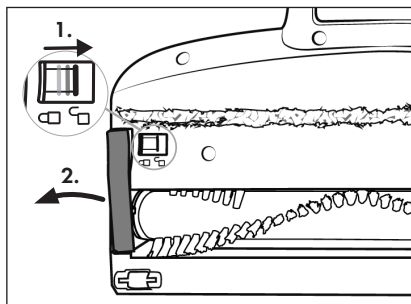

Abb. 24
- 2) Entriegeln Sie die Bürstenrolle 21, indem Sie die Bürstenrollenentriegelung 19 mit dem Finger in Richtung des Symbols  schieben. Entfernen Sie dann den Bürstenrollenhalter 20 von der Bodenbürste 22 (siehe Abb. 24).